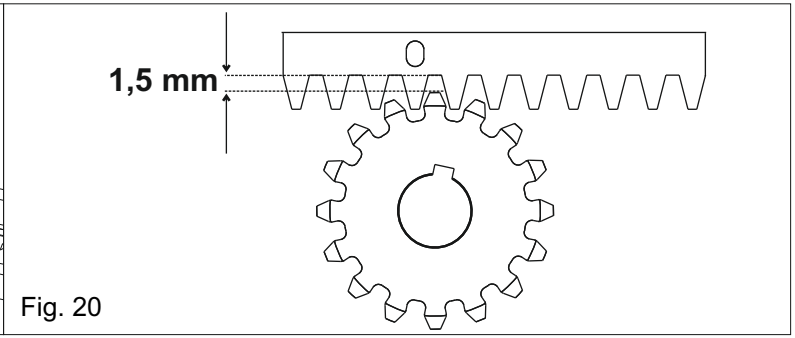

Fig. 20
- La cremallera debe elevarse de **1,5 mm** para evitar que el peso de la cancela carga sobre el piñón (Fig. 20). **Atención: mantener un juego mín. 0,5 mm entre el diente del piñón y el diente de la cremallera;**